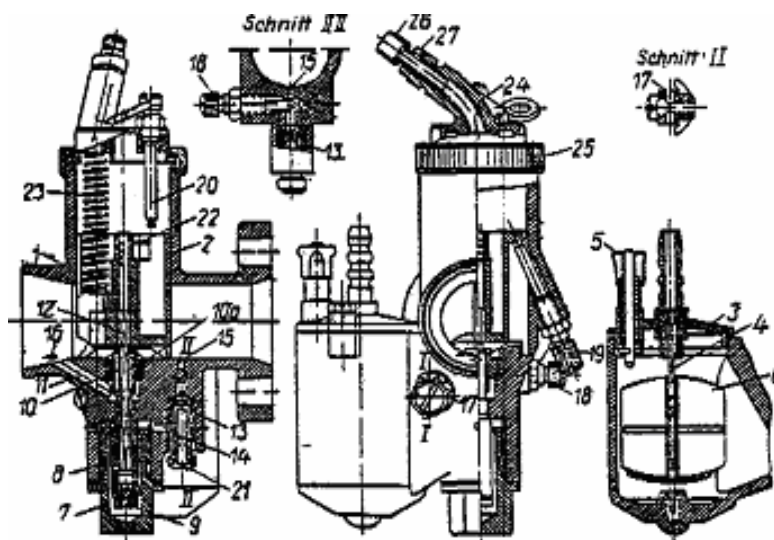

Bild 8
Falls der Vergaser (Bild 8) verschmutzt ist, muß man ihn auseinandernehmen, auswaschen und reinigen. Hierzu muß man den Stutzen 7 abschrauben, das angelötete Sieb auswaschen und die Hauptdüse mit einer Pumpe durchblasen. Zur Reinigung der Düse darf man auf keinen Fall einen Stahldraht nehmen, da hierdurch die Düsenöffnung verändert und damit die Arbeit des Vergasers gestört werden kann.
4. Die Kontermutter und die Befestigungsschraube 19 (Bild 8) lösen und letzere soweit anziehen, daß der Drosselschieber 2 leicht gehoben wird und der Motor einige höhere Touren macht.